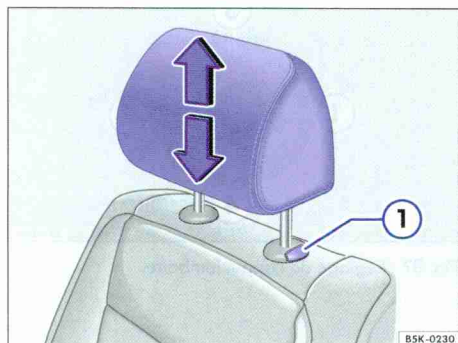
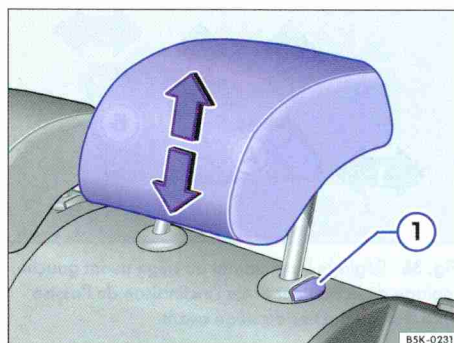

Fig. 38 Réglage des appuie-tête avant.
Fig. 39 Réglage des appuie-tête arrière.
- Déplacez l'appuie-tête dans le sens de la flèche vers le haut ou, en maintenant la touche ① ⇒ fig. 38 ou ⇒ fig. 39 enfoncée, vers le bas ⇒ .
- Retirez entièrement l'appuie-tête en appuyant sur la touche ① ⇒ fig. 38 ou ⇒ fig. 39.
- Déplacez vers le bas l'appuie-tête en appuyant sur la touche ① ⇒ fig. 38 ou ⇒ fig. 39.